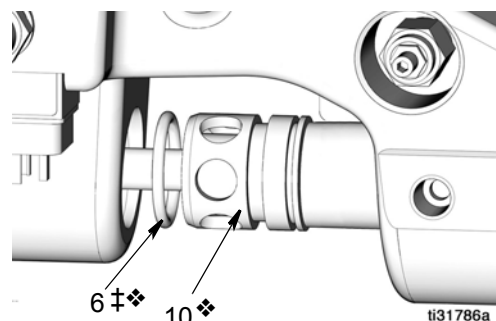

FIG. 23
16. Pousser la retenue de joint (9❖) dans la base de la pompe (2).
17. Poser partiellement le cylindre de la pompe (11❖) dans la base de la pompe (2).
18. Lubrifier le joint torique (6‡❖) et le placer autour de la retenue du joint de palette (10❖) (FIG. 23).